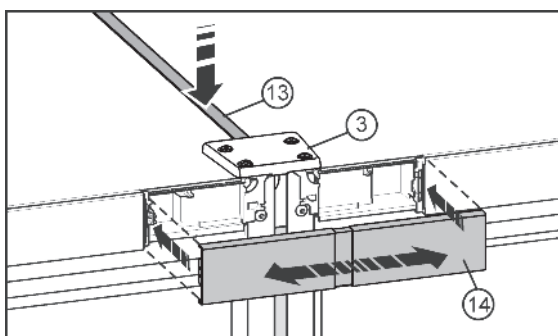

Fig. 10
- На верхней стороне вдавите в щель короткую планку Fig. 10 (13). Планка должна быть заподлицо с крышкой Fig. 10 (3) устройства на передней кромке.